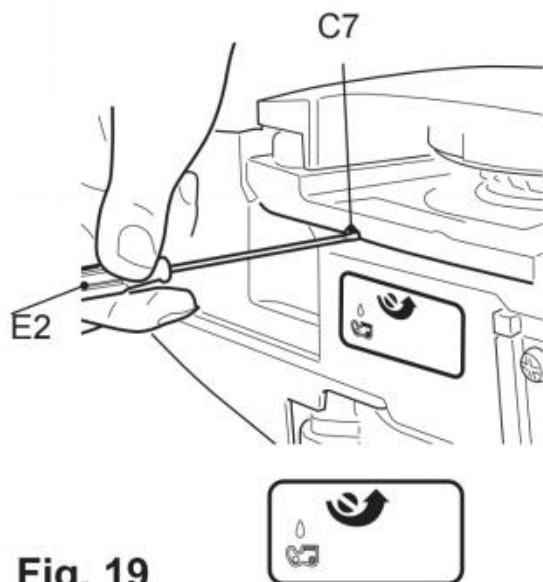

Fig. 19
- 4) Tournez la vis de réglage (C7) du graisseur situé au bas du produit pour régler le débit d'huile de la chaîne avec l'outil multifonction (E2) (Fig. 19).